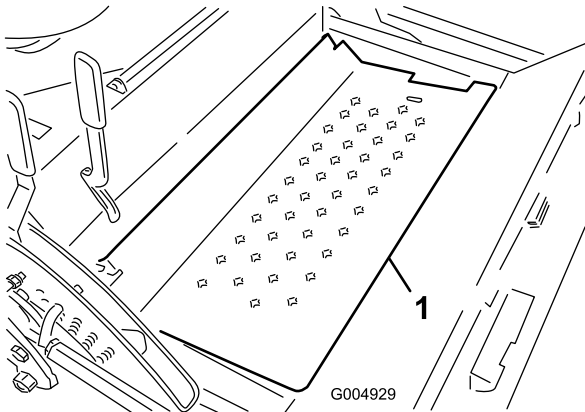

Figura 10
6. Abra la chapa de suelo (Figura 10).